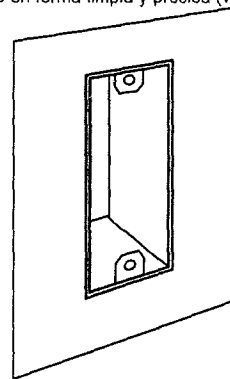

Fig. 9
10. El orificio terminado del tomacorrientes quedará rematado en forma limpia y precisa (ver la fig. 9)